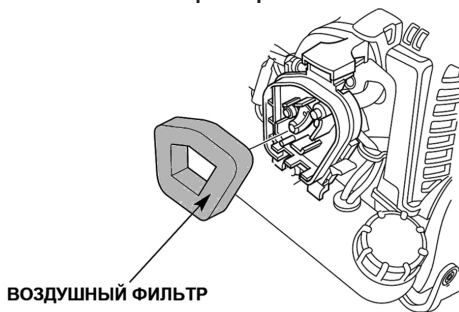

Рис. 17 Воздушный фильтр
2. Извлеките воздушный фильтр (Рис. 17).